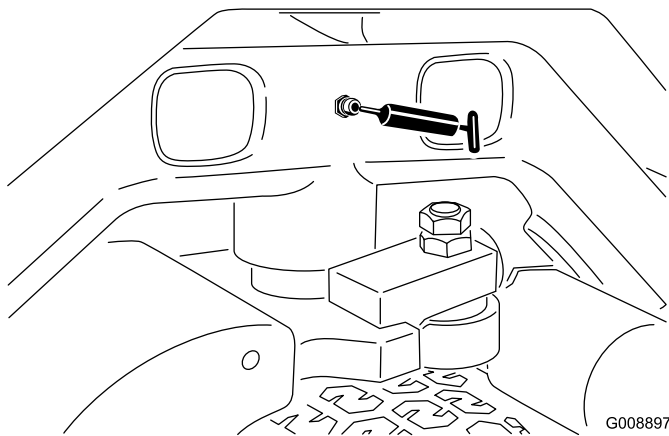

Figura 32
- Perno dello sterzo (Figura 32)